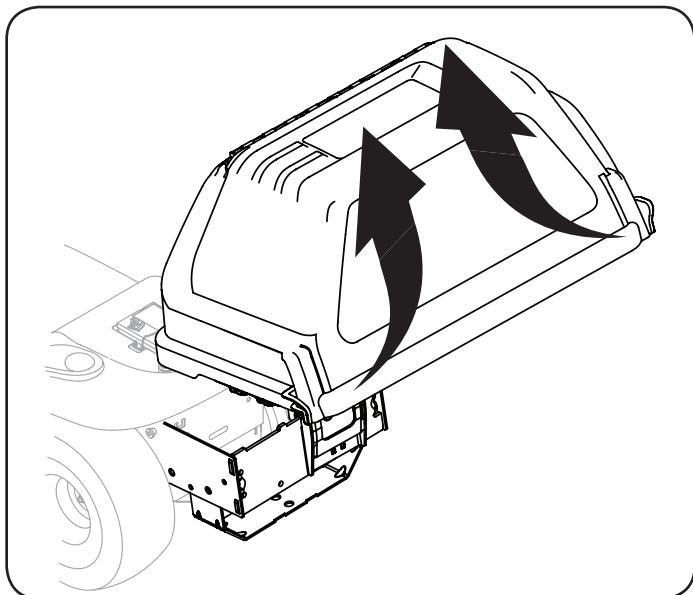

Figura 17
6. Abra la cubierta de la embolsadora oprimiendo las lengüetas y levantando la cubierta del colector de césped superior. Consulte la Figura 17.